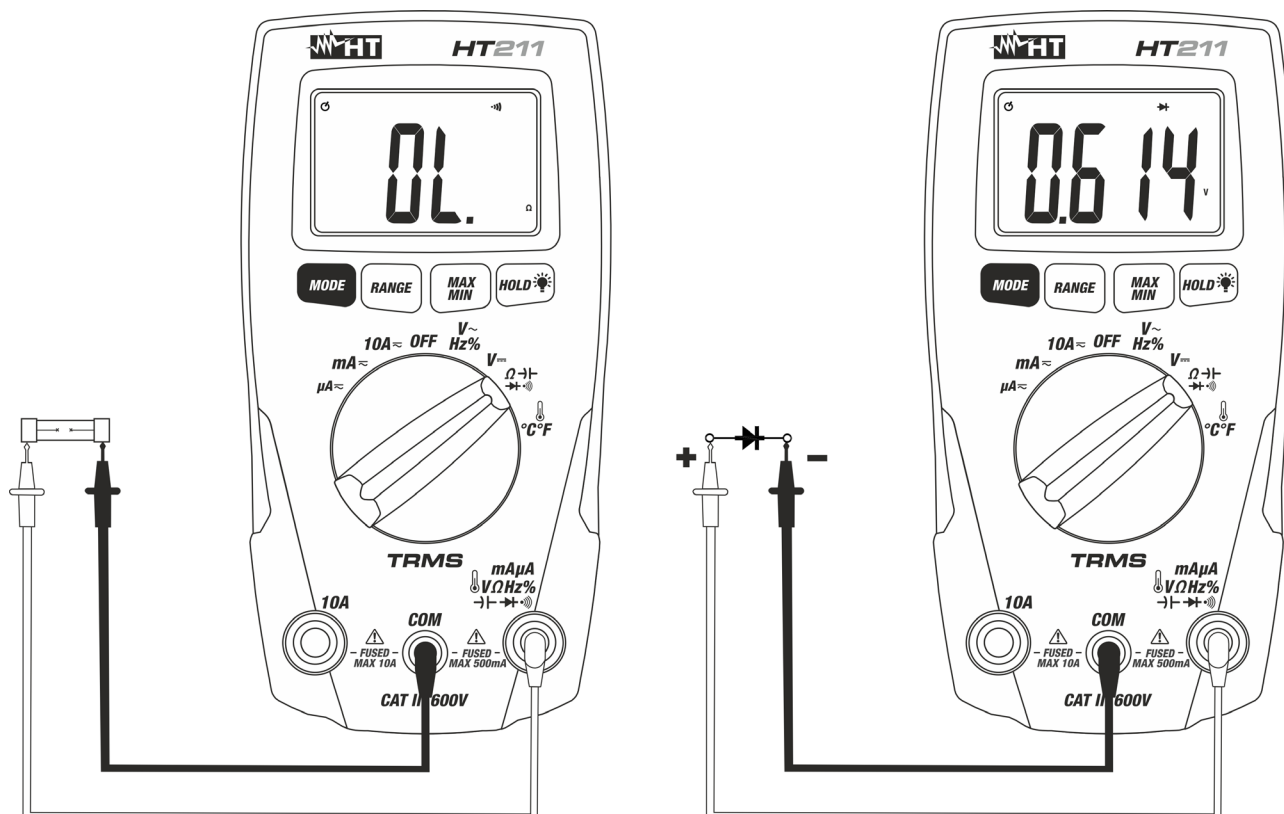

Fig. 6: Uso do instrumento para efetuar o Teste de Díodos e e Teste de Continuidade
4. Colocar as ponteiros nas extremidades do díodo em exame (ver Fig. 6 – parte direita) respeitando as polaridades indicadas. O valor da tensão do patamar em polarização direta é apresentado no display.
6. Se o instrumento apresenta a mensagem "O.L", os terminais do díodo estão invertidos em relação ao indicado na Fig. 6 ou a união P-N do díodo está danificada
7. Premir o botão **MODE** até aparecer o símbolo de exibição " \rightarrow " para ativar a teste de continuidade e conectar o instrumento como para a medição da resistência (ver Fig. 6 – parte esquerda). O zumbador de continuidade está ativo para $R < 50\Omega$